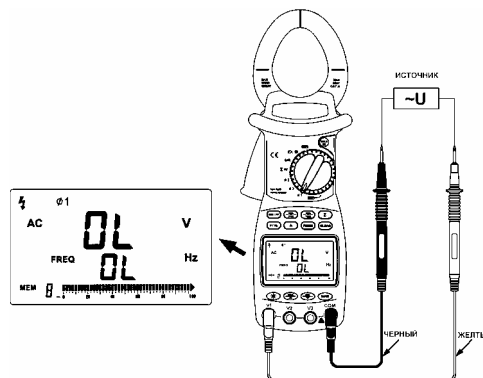

Рисунок 4. Вид дисплея при напряжении выше 600В.
5. Если входное напряжение превысит 600В, то на дисплее появится символ "OL", а графический индикатор будет полностью заполнен (см. рис.4).